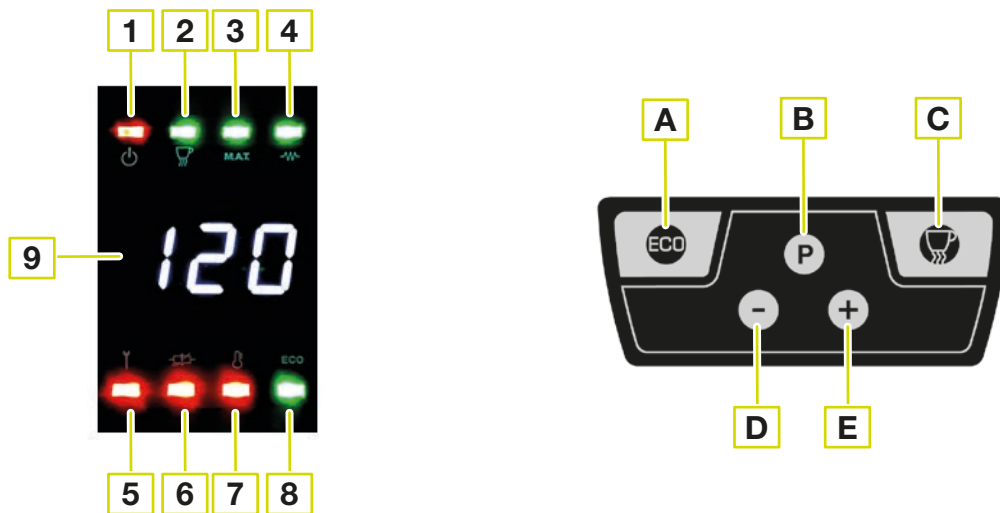

Fig. 6
Al final de la fase de carga de agua en la caldera, el indicador de carga asociado (**7 - Fig. 6**) se apaga.
- D. Espere que el aparato alcance la temperatura de régimen térmico, comprobando en el Led de la pantalla (**9 - Fig. 6**) el alcance de la temperatura, expresada en °C, programada en el momento de la instalación.
Cada vez que la temperatura descienda por debajo del SET programado, el símbolo (**4 - Fig. 6**) parpadeará (fase de calentamiento) hasta que se alcance la temperatura programada.